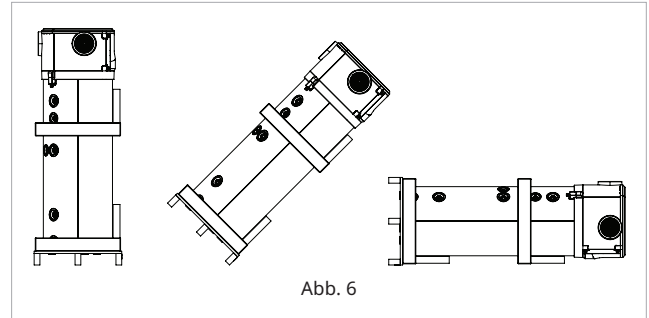

Abb. 6
- Neigen Sie das Gerät wie in Abb. 6 dargestellt.